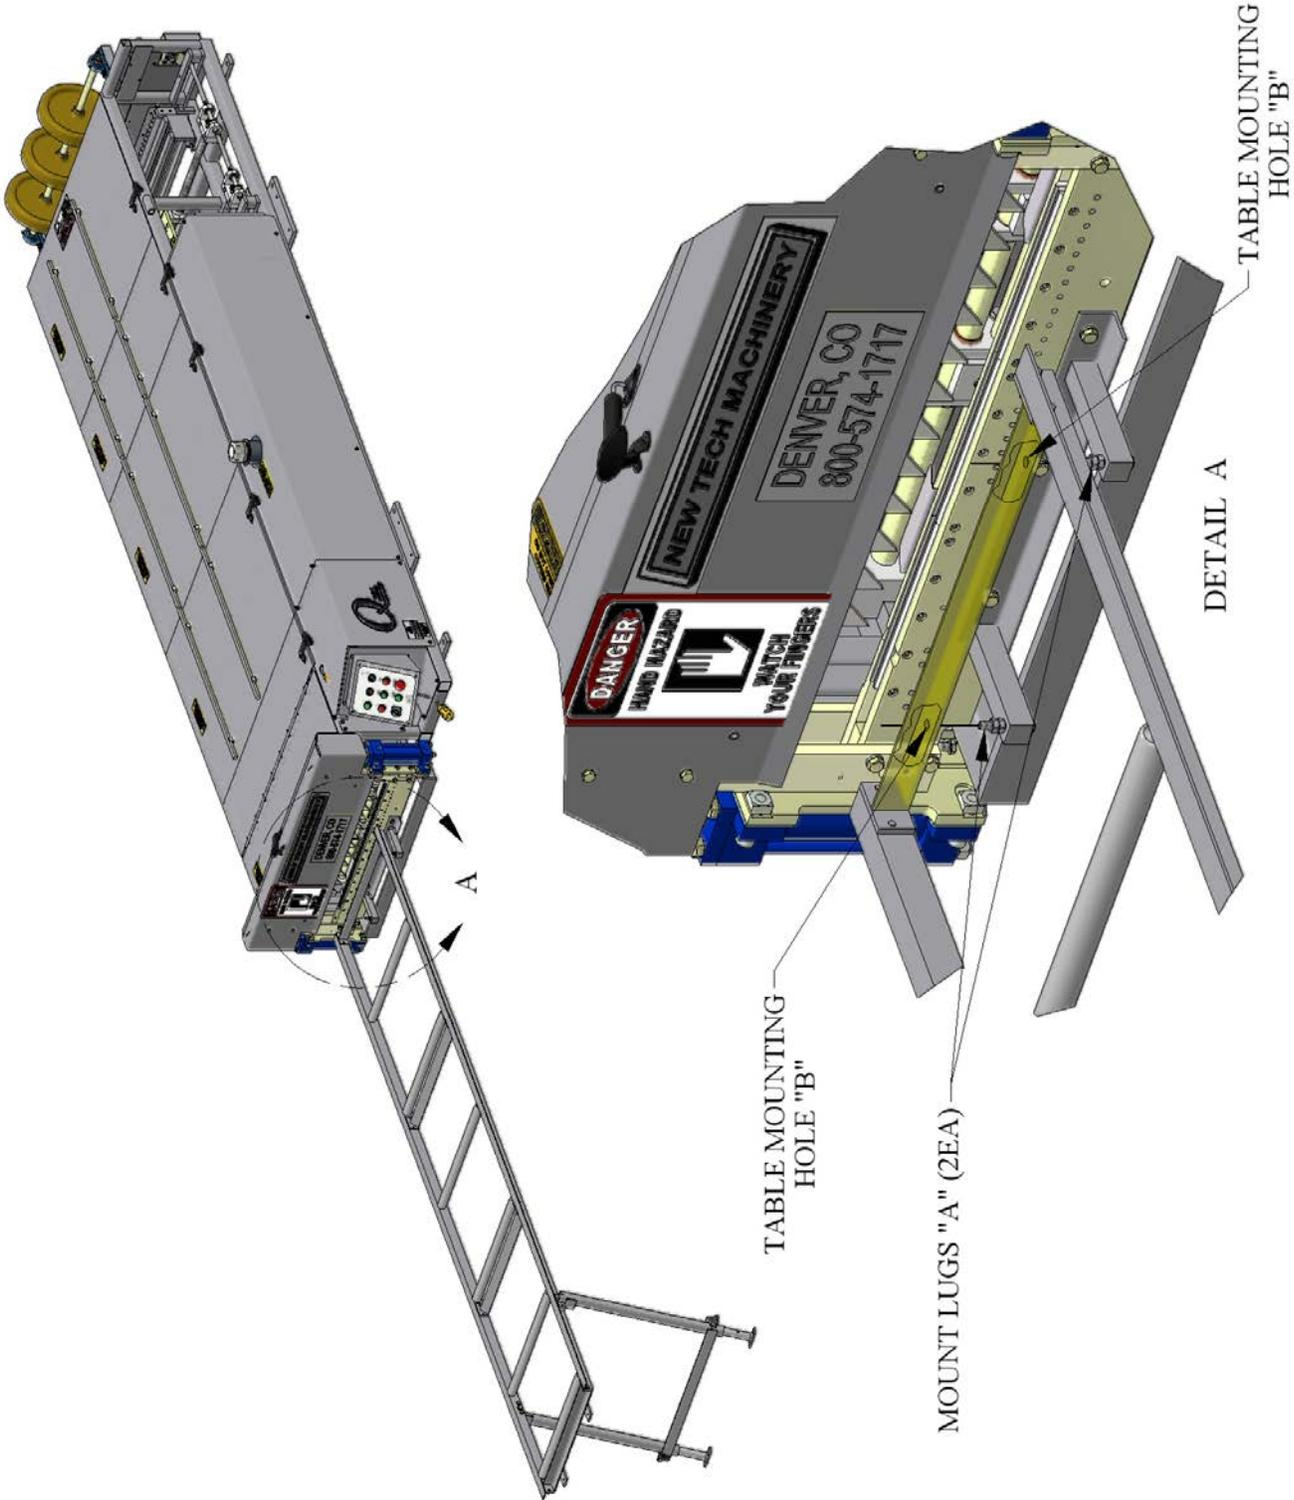
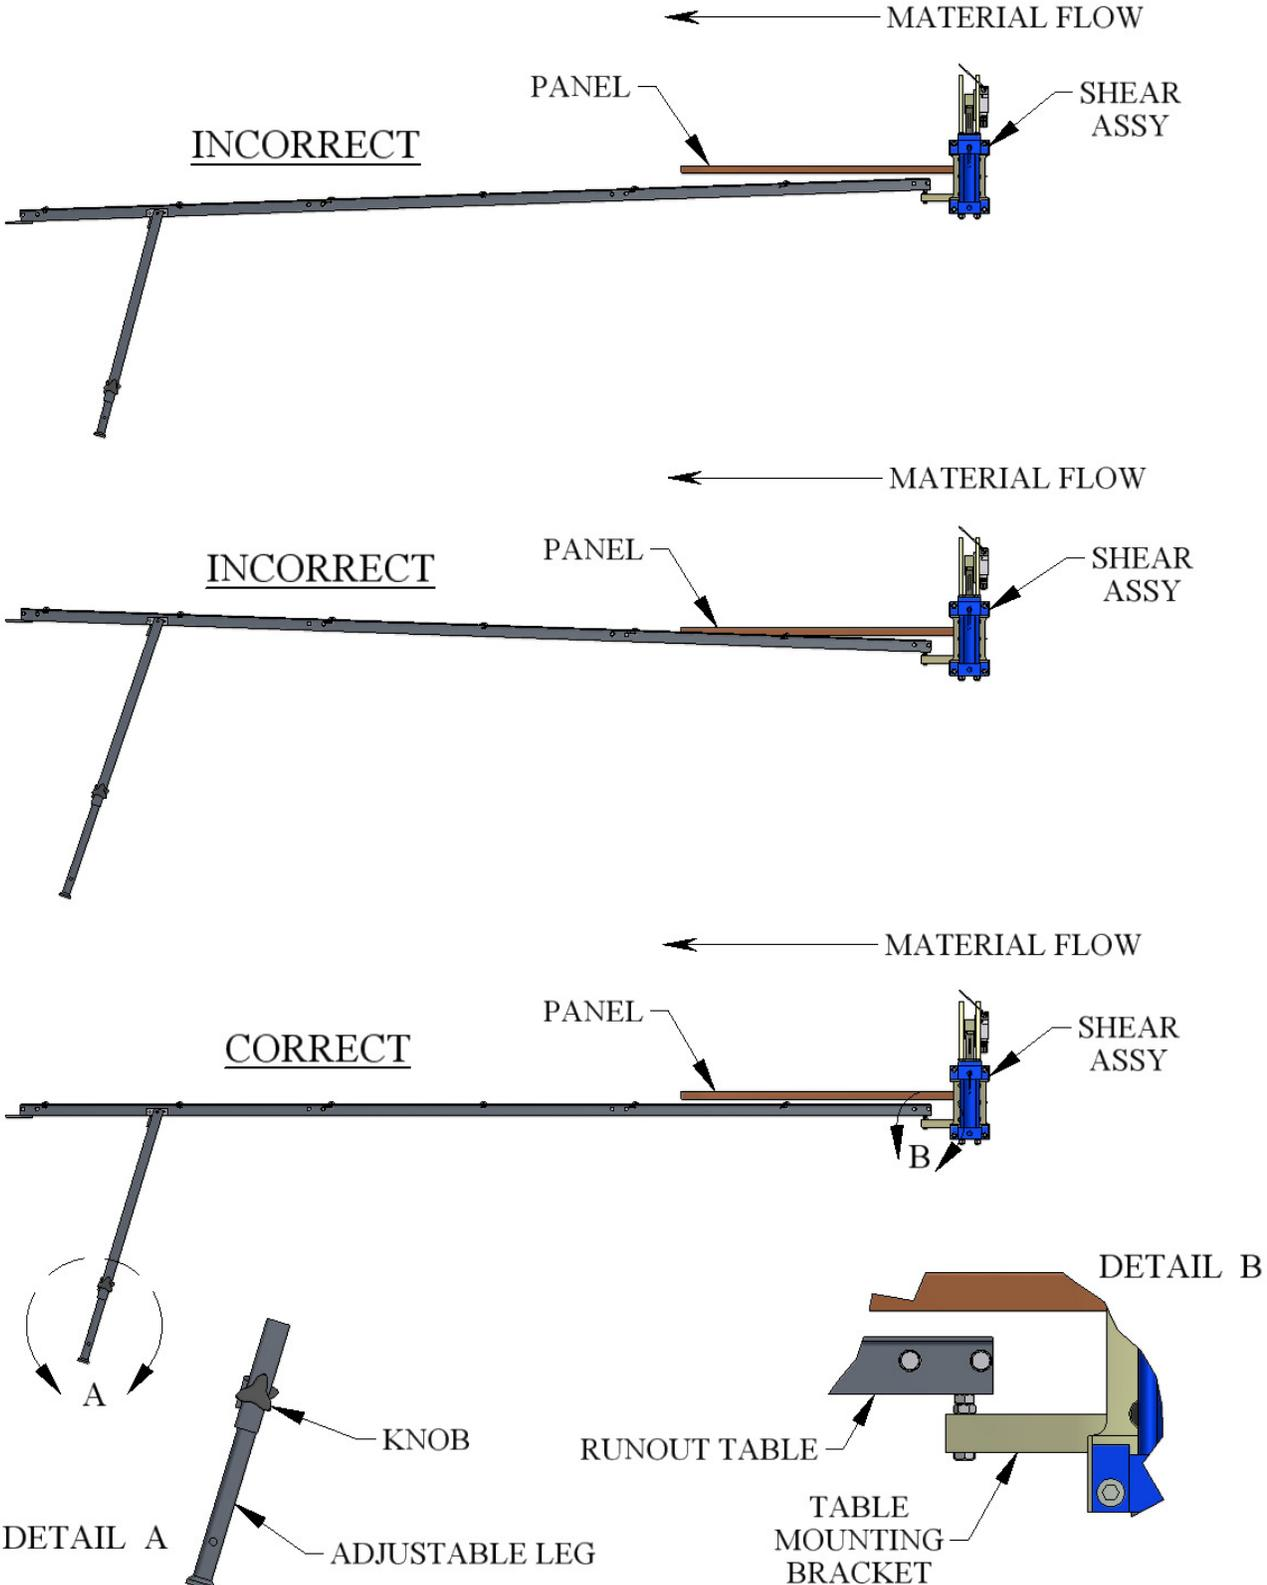

Ilustración 95: Mesa de Salida
Ilustración 96: Instalación de Mesa de Salida
(Ilustración 95 y Ilustración 96)
4. Suelte las dos perillas en el ensamble de la pierna y permite que las piernas caigan libremente. Localice la altura de la mesa en la parte izquierda y derecha ajustándola al nivel de la máquina usando las perillas para ubicar las piernas en su lugar. Vea la Ilustración 96 para las configuraciones correctas e incorrectas y más detalles.